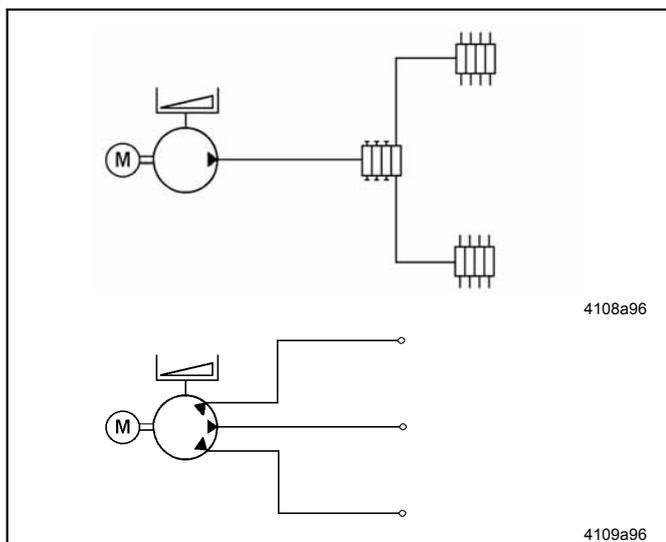

рис. 1 Область применения многомагистрального насоса, тип 215
- Используется для применения в качестве насоса централизованной системы смазки в расширенных прогрессивных установках (см. А, рис. 1).